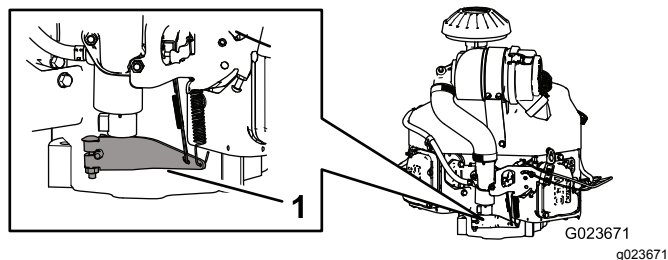

Figura 66
3. Spingete l'estremità a molla del braccio del regolatore verso il basso (Figura 66).